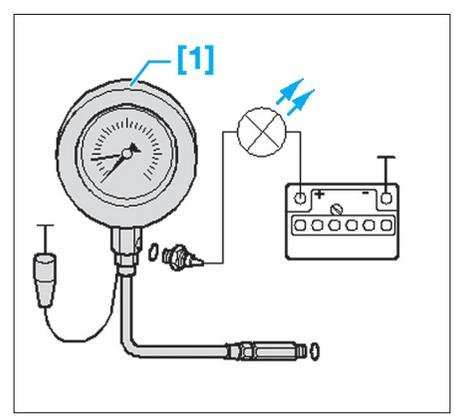

Fig. 19
- Déposer le manoccontact de pression d'huile et le visser dans l'appareil de contrôle [1] (Fig.19).